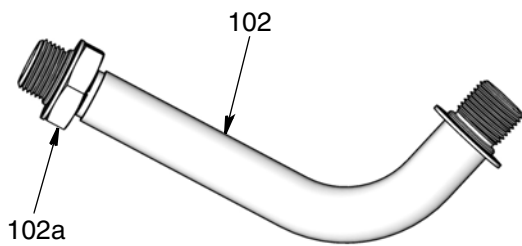

FIG. 4
3. Filettare il raccordo girevole (1) sul raccordo del flessibile. Servirsi di due chiavi lavorando in direzioni opposte per serrare il misuratore sul raccordo del flessibile.
4. Installare la prolunga (102) sul misuratore:
- a. Allentare il dado di prolunga (102a) (FIG. 4) fino a quando non esce dalle filettature.